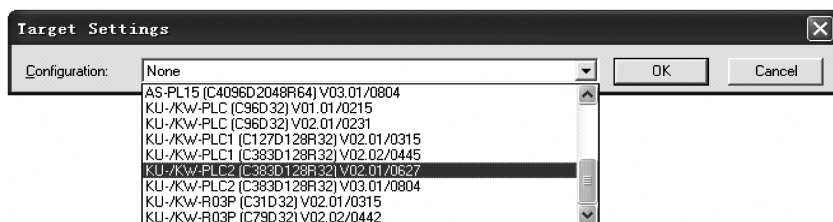

图 5-25 配置 PLC 版本及类型
2) 选择 “Target Setting”，配置 PLC 版本及类型，如图 5-25 所示。